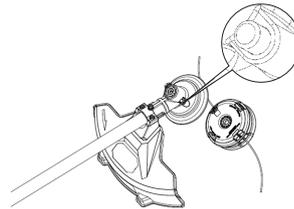

Рис. 22
- Картридж с леской на вашем триммере полностью подлежит утилизации. Если картридж был поврежден, снимите головку триммера и утилизируете картридж. Затем установите новый картридж (Рис. 22).